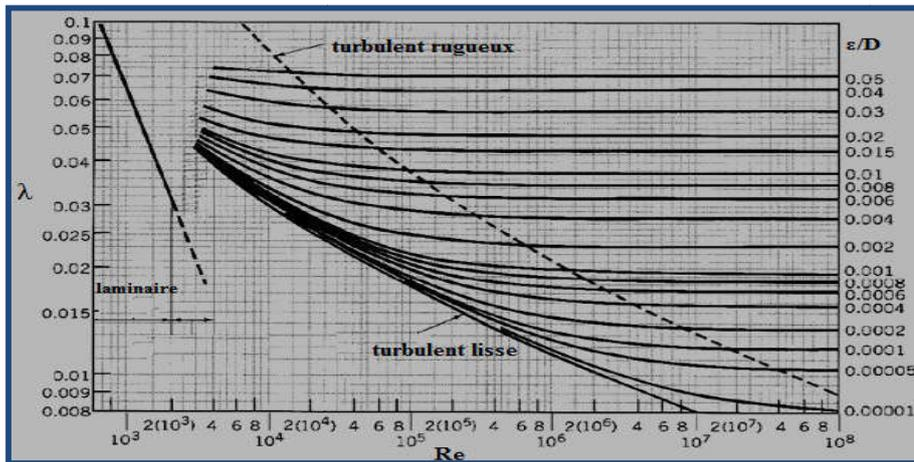

Figure IV.03 : Diagramme de Moody pour coefficient de frottement linéaire
- Connaissant Re et  $\epsilon/d$ , on détermine  $\lambda$  à partir du diagramme de Moody, grâce aux travaux de Nikuradse , voir (Figure IV.03).